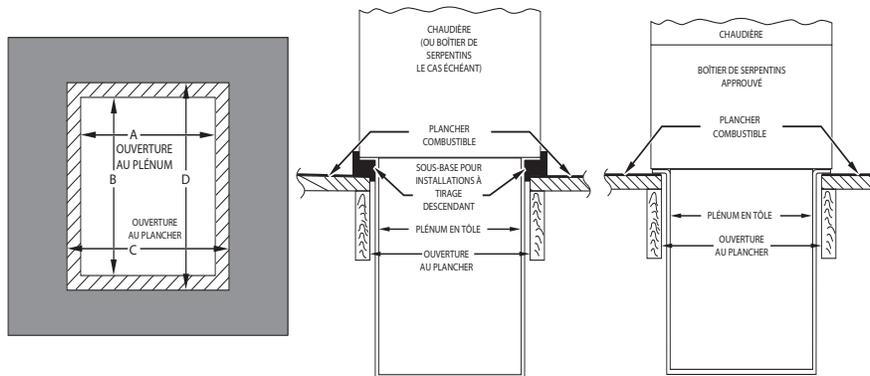

Fig. 24 – Installation sur revêtement de plancher combustible
2. Percez un trou dans le plancher conformément au Tableau 4 et à la Fig. 24.
3. Construisez un plénum selon les dimensions spécifiées au Tableau 4 et à la Fig. 24.
4. Si une sous-base à tirage descendant est utilisée, installez-la tel qu'illustré. Si le serpentin d'évaporateur à boîtier ou le boîtier de serpentin d'évaporateur du fabricant est utilisé, installez-le tel qu'illustré à la Fig. 24.